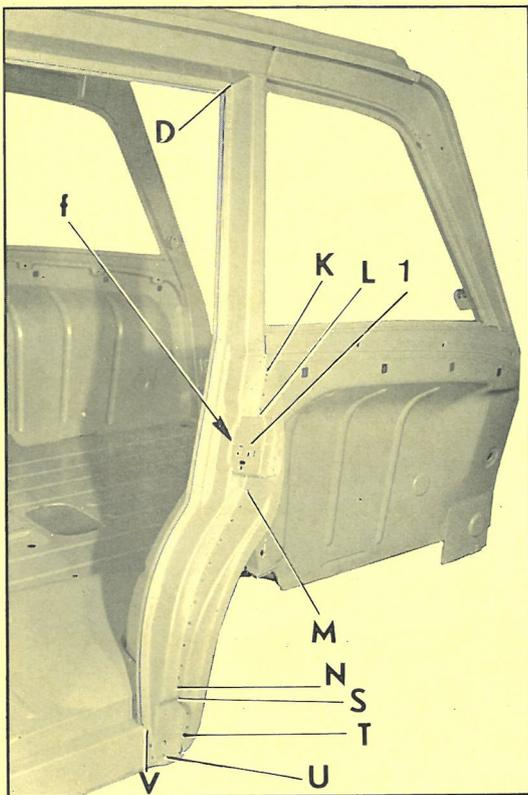

Fig. 1
- en KL (fig. 1)
- en MN (fig. 1)
- en ST (fig. 1)
- en UV (fig. 1)